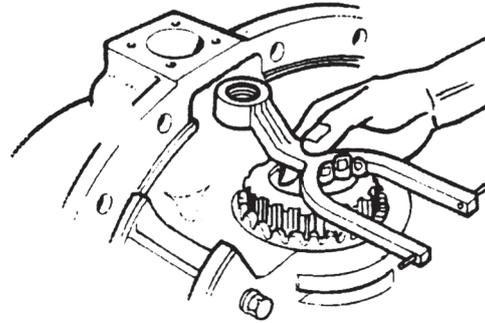

Figura 134
5. Instale o garfo de travamento na sua posição de montagem na caixa do diferencial. Figura 134.